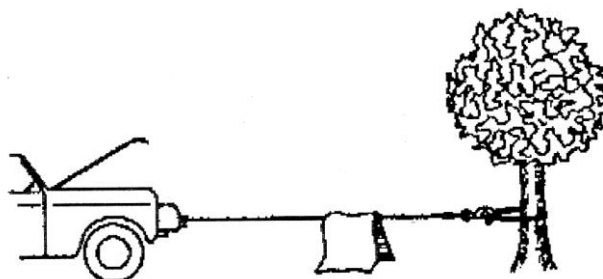

Abb. 4
- Tipp: Legen Sie, beim Ziehen von großen Lasten, ein schweres Tuch oder eine Decke auf das Drahtseil in Nähe des Hakens. Beim Versagen des Drahtseils dient der Stoff als Dämpfer und verhindert ein aufschaukeln des Seils (Abb. 4).